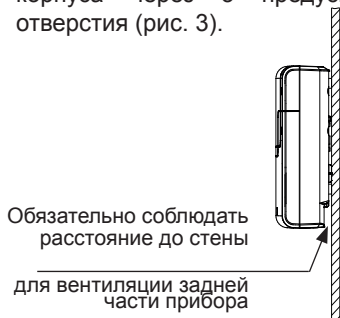

Рис. 1
1. Снимите нижнюю крышку блока управления мощностью. Для этого полностью выкрутите 3 винта и потяните нижнюю крышку корпуса немного вниз и затем вперед (Рис. 1).